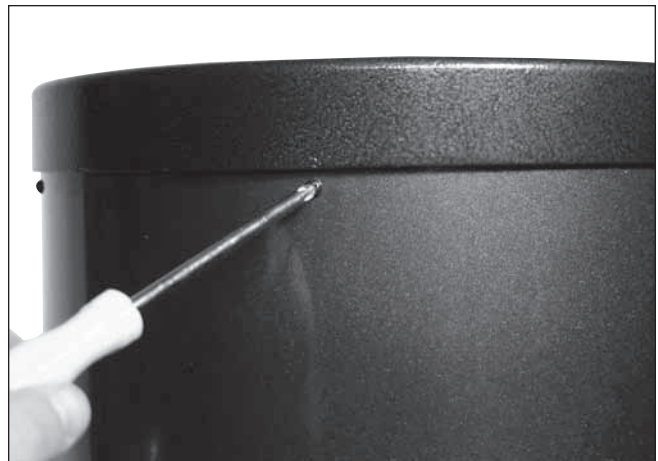

Abbildung 16. Um den hinteren Endring auszubauen, lösen Sie die sechs Schrauben, mit denen er am Optikrohr befestigt ist.
1. Um die Spiegelzelle im Optikrohr zu installieren, muss zuerst der hinteren Endring am unteren Teil des Optikrohrs entfernt werden. Hierzu lösen und entfernen Sie die sechs Kreuzschlitzschrauben, mit denen der Endring am Optikrohr befestigt ist (Abbildung 16), und ziehen dann den Endring vom Optikrohr ab.